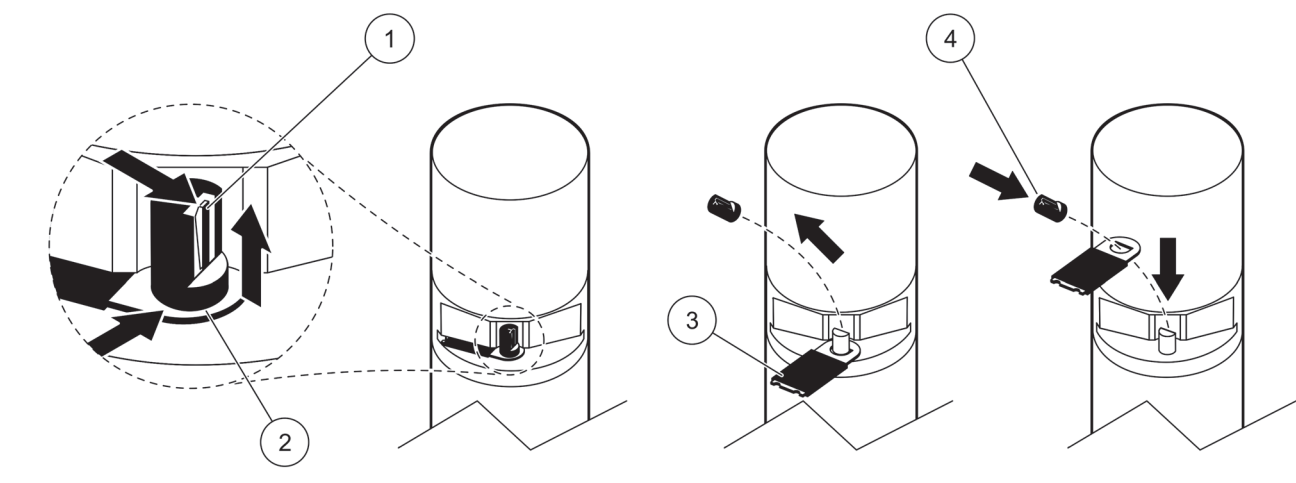

Figure 7 Remplacement du balai
Pour remplacer le balai, reportez-vous à la Figure 7 et suivez les étapes ci-dessous.
9. Soulevez la languette de retenue (Figure 7, élément 1), levez le bas du capuchon et retirez-le (Figure 7, éléments 2 et 3).
11. Le racleur sort automatiquement. Remplacez le balai (Figure 7, élément 4) et remettez le capuchon en place (Figure 7, élément 5).